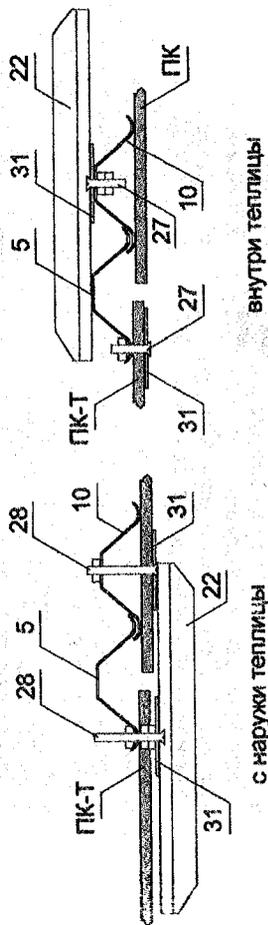

Рис.13 Крепление вертушка.
- 3.11.1. На собранном торце ПК 4м. с наружной стороны с верху покрытия, на стойке дверного проема №5, по середине двери и по середине форточки установите вертушки № 22, один для загираания двери, другой для загираания форточки (см. рис.13). В отверстие в вертушке №22 установите винт №28 (М4х25), на винт наденьте оцинкованную шайбу №31 (для крепления поликарбоната) и затяните гайку М4 (№30 комплектации).